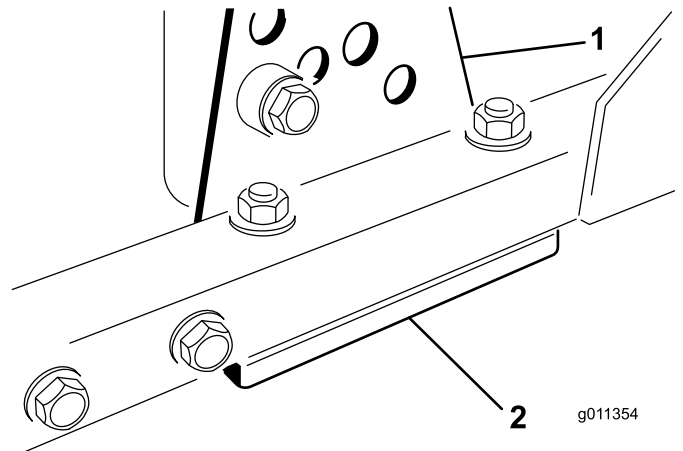

Figure 67
1. Retirez le support de hauteur de coupe (avant, gauche ou droit) du bâti du plateau de coupe (Figure 67).
2. Placez des cales de 1,5 mm et/ou une cale de 0,7 mm entre le bâti et le support du plateau pour obtenir la hauteur de coupe voulue (Figure 67).